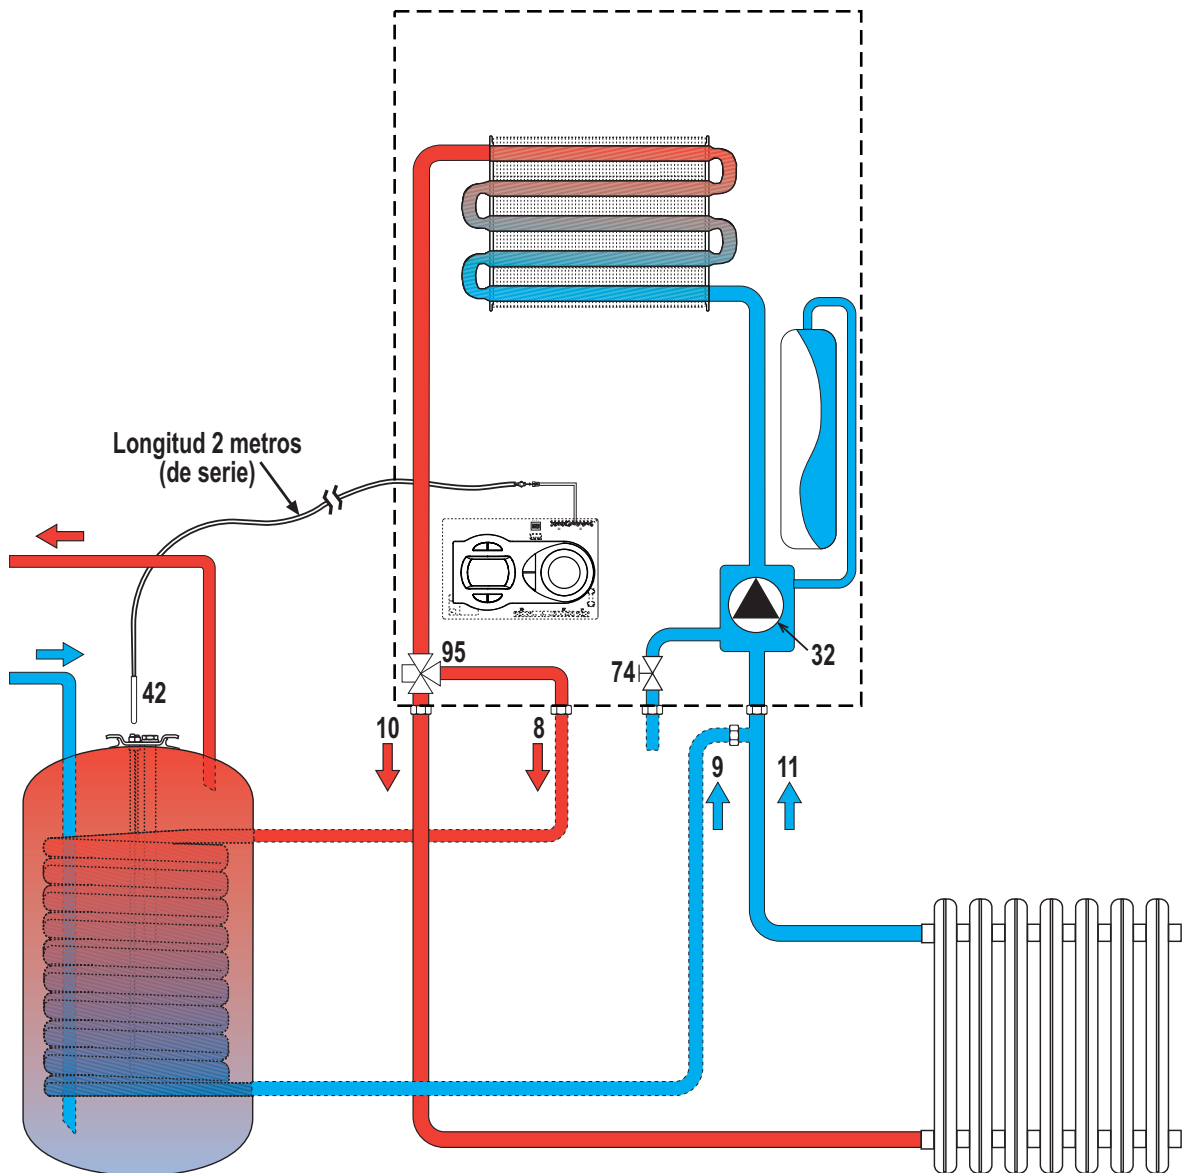

fig. 7 - Esquema de conexión a un acumulador externo
La tarjeta electrónica del aparato permite controlar un acumulador externo para la producción de agua caliente sanitaria. Haga las conexiones hidráulicas como se ilustra en el esquema de la fig. 7. Realice las conexiones eléctricas de acuerdo con el esquema eléctrico de la fig. 54. Al encender la caldera, el sistema de control reconoce la sonda del acumulador (ref. 42 - fig. 7) y se configura automáticamente, activando la pantalla y los controles de la función para agua sanitaria.